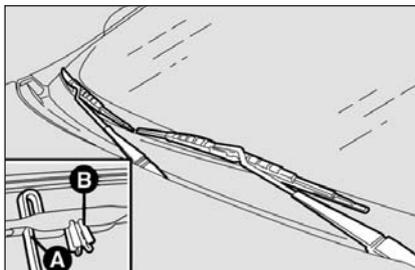

fig. 22
- soulever le bras **A-fig. 22** de l'essuie-glaces et placer le balai de manière à former un angle de 90° avec le bras lui-même;